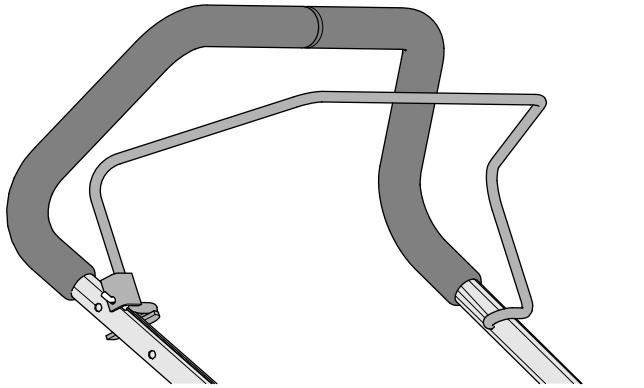

Figura 11
- Insira a extremidade do manípulo de presença do operador na pega, aperte ligeiramente a outra perna do manípulo e insira o manípulo na pega (Figura 11).